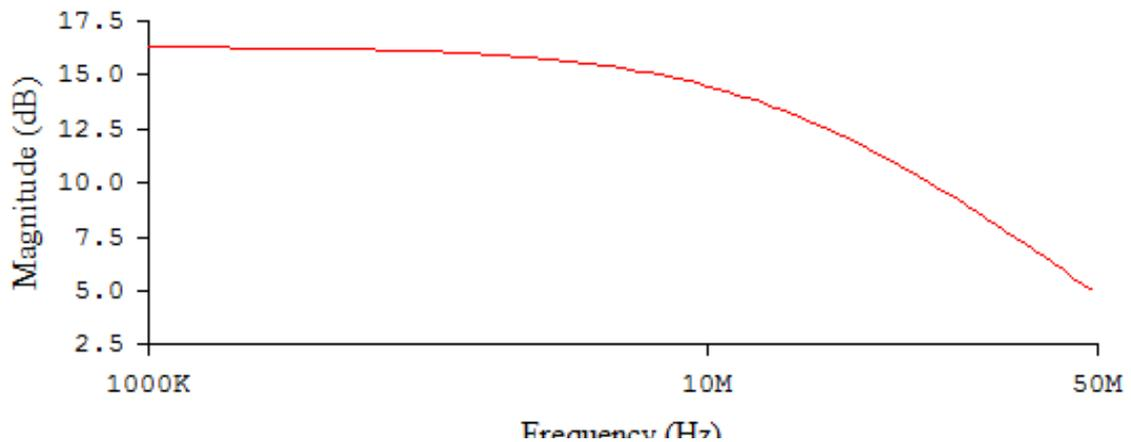

Рис. 9.9 АЧХ ключа в диапазоне от 1 МГц до 50 МГц с шагом 5 МГц.
На рис. 9.9 представлена АЧХ ключа в диапазоне от 1 МГц до 50 МГц с шагом 5 МГц.
3.1 Собрать схему согласно рис. 9.9.